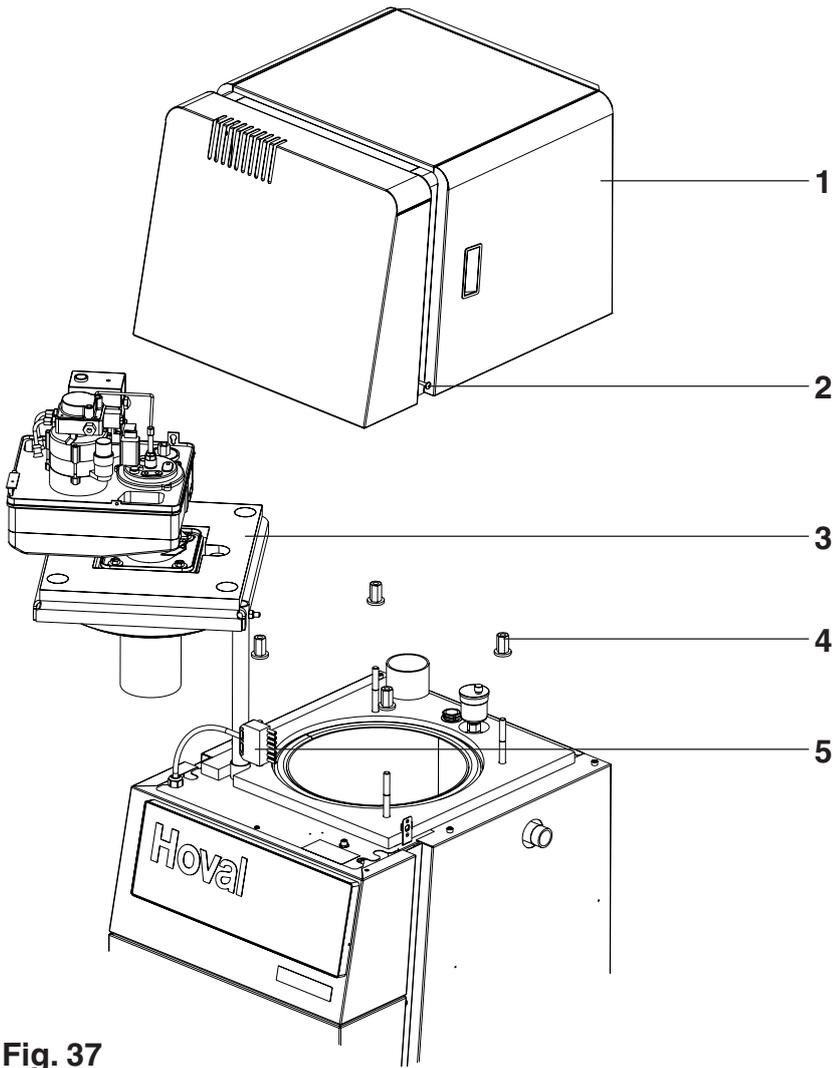
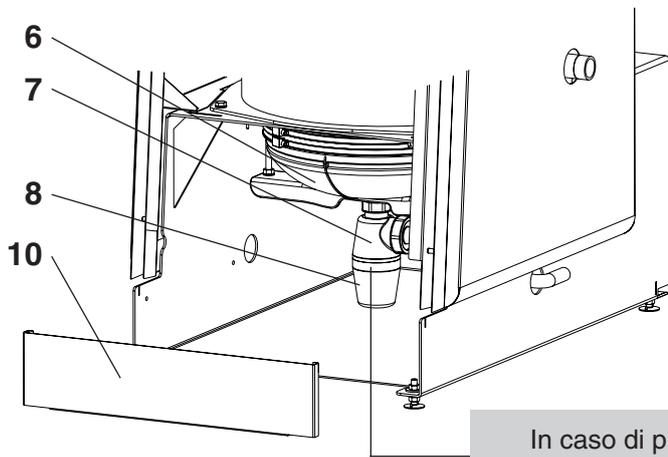

Fig. 37
Fig. 38
- Rimuovere la cuffia insonorizzante (1, fig. 37) svitando i bulloni di sicurezza laterali (2) (circa ¼ di giro verso sinistra, quindi estrarre fino alla battuta)
- Svitare i dadi di chiusura (4, fig. 37)
- Tirare verso l'alto il bruciatore con gli sportelli della caldaia (3), ruotarlo di lato e rilasciarlo
- Fissare nuovamente il box di neutralizzazione (9, fig. 38), se presente, e il sifone (7)
- Fissare la copertura frontale della base della caldaia (10)
- Chiudere il bruciatore con il portellone caldaia (3, fig. 37)
- Stringere a fondo i dadi di chiusura (4)
- Rimontare la cuffia insonorizzante (1) e fissarla con bulloni di sicurezza (circa ¼ di giro verso destra).